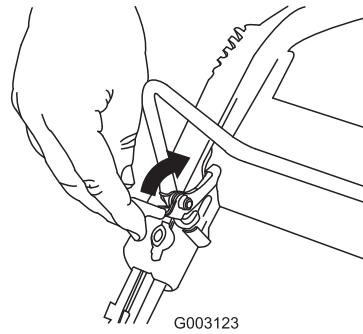

Bild 17
- Ziehen Sie die Schaltbügelsperre zurück (Bild 17).